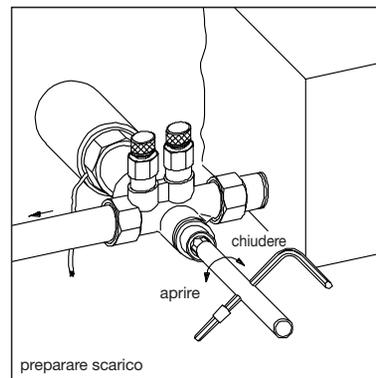

Fig. 3:
- 3 Allentare con la chiave esagonale Ch 10 la vite in senso antiorario, mass. $\frac{1}{4}$ di giro (fig. 3).
- 3 Togliere l'attrezzo di scarico e carico dalla valvola e avvitare il vite con la chiave Ch 10 (mass. 10 Nm - fig. 3).
- 4 Chiudere, girando il vitone con la chiave esagonale Ch 10 in senso orario e avvitare con mass. 10 Nm (fig. 3).